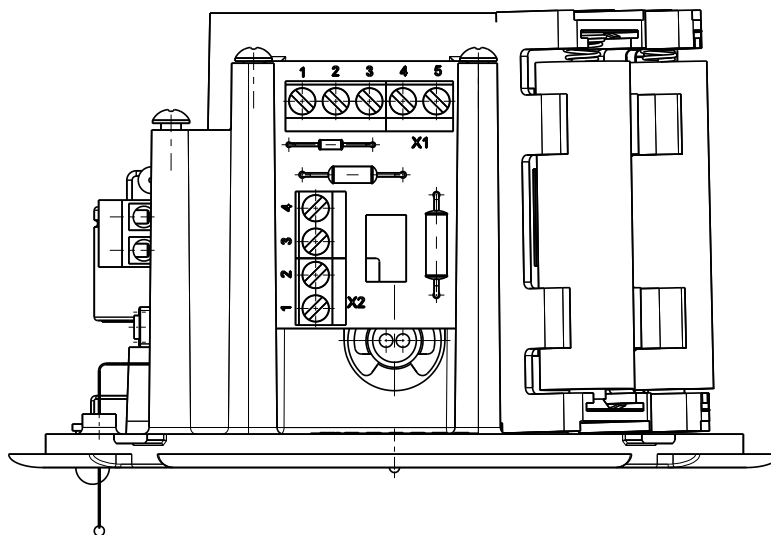

Рисунок 2 – Вид платы дистанционного управления
4.7 Для перевода устройства в режим дистанционного управления следует разорвать цепь подключения пиротехнического привода путем подачи напряжения управления на контакты клеммника X1 платы дистанционного управления (рисунок 2).